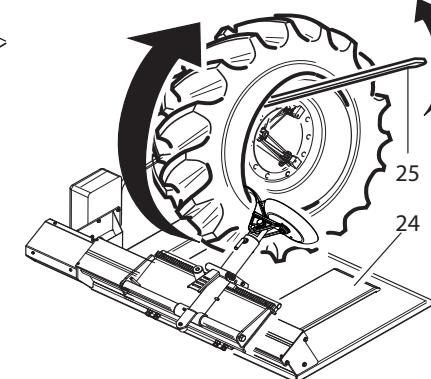

fig.34
» Ribaltare il braccio portautensile(6) e portarlo sulla parte anteriore del pneumatico premendo il pedale (12) (fig.22). Agendo sulla spina(10) (fig.22) e facendo basculare l'utensile(14)(fig.22) in posizione 2, riagganciare il braccio portautensile al carrello. Con l'apposito manipolatore portare l'utensile (avvicinandolo) contro il pneumatico, fino al completo aggaggio del tallone (fig. 34). Effettuata l'operazione, mettere in tensione il pneumatico allontanando il cerchione dall'utensile, facendo in modo che il tallone entri nel canale
» Inserire l'apposita leva (25) (fig.34) fra tallone e cerchione sulla destra dell'utensile, in modo che il tallone rimanga sull'utensile. Spostare l'utensile all'esterno con l'apposito riferimento a filo bordo del cerchione; riavvicinare il cerchione (fig.34) fino alla completa fuoriuscita del tallone anteriore. Appoggiare la ruota sull'apposita pedana carrello (24) (fig.34) ottenendo così lo spazio necessario per togliere agevolmente la camera d'aria.
» Tilt the tool arm (6, fig. 22) and move it to the back of the tyre pressing the pedal (12, fig. 22). Using the lever (10, fig. 22) swing the tool (14, fig. 22) into position 2 then re-attach the tool arm to the trolley. Use the control to move the tool against the tyre with the control until the bead is hooked on (fig. 34). Put the tyre into tension moving the rim away from the tool so that the bead enters the channel.
» Insert the special lever (25, fig. 34) between the rim and bead to the right of the tool to ensure that the bead remains on the tool. Move the tool towards the outside with reference to the rim edge. Move the rim towards the tool again (fig. 34) until the front bead has completely come out. Rest the wheel on the trolley platform (24, fig. 34) to obtain working space for the easy removal of the inner tube.
- » Culbuter le bras porte-outil (6, Fig. 22) et le porter sur la partie avant du pneu en pressant sur la pédale (12, Fig. 22). En agissant sur la goupille (10, Fig.22) et en faisant basculer l'outil (14, Fig.22) en position 2 raccrocher le bras porte-outil au chariot. Approcher l'outil au pneu moyennant le manipulateur jusqu'au complet accrochage du talon (Fig.34). Après cette opération mettre en tension le pneu en éloignant la jante de l'outil et en faisant rentrer le talon dans les creux.
- » Introduire le levier prévu (25)( Fig.34) entre le talon et la jante à la droite de l'outil de façon à ce que le talon reste sur l'outil. Déplacer l'outil vers l'extérieur par la référence prévue au fil du bord de la jante, rapprocher la jante (Fig.34) jusqu'à la complète sortie du talon avant. Appuyer la roue sur la plate-forme du chariot (24 Fig.34) obtenant ainsi l'espace nécessaire pour ôter facilement la chambre à air.
- » Den Werkzeugträgerarm kippen (6) (Abb. 22) und durch Pedaldruck auf die Vorderseite des Reifens bringen (12) (Abb. 22). Durch Einwirken auf den Zapfen (10) (Abb. 22) und Einstellung des Geräts (14) (Abb. 22) auf Position 2 den Geräteträgerarm wieder am Schlitten festhaken. Mit dem entsprechenden Taster das Gerät dem Reifen nähern, bis der Wulst vollständig angehängt ist (Abb. 34). Nach Beendigung dieses Vorgangs den Reifen durch Entfernen des Felgens vom Gerät anspannen und so den Wulst in den Kanal eintreten lassen.
- » Den entsprechenden Hebel (25) (Abb. 34) auf der rechten Seite des Geräts derart zwischen Wulst und Felgen setzen, daß der Wulst auf dem Gerät bleibt. Das Gerät auf gleicher Höhe des Felgenrands nach außen schieben, den Felgen (Abb. 34) bis zum vollständigen Heraustreten des vorderen Wulstes annähern. Das Rad auf dem Fußbrett des Schlittens aufsetzen (24) (Abb. 34), wodurch der notwendige Spielraum für ein leichtes Entfernen der Luftpumpe entsteht.
- » Volcar el brazo portaherramientas (6) (Fig.22) y llevarlo sobre la parte delantera del neumático apretando el pedal (12) (Fig. 22). Actuando sobre la clavija (10) (Fig. 22) y haciendo bascular el utensilio (14) (Fig. 22) en la posición 2, enganchar nuevamente el brazo portaherramientas al carro. Acerar el utensilio al neumático con el manipulador especial hasta que el talón se enganche completamente (Fig.34). Realizada esta operación, tender el neumático apartando la llanta del utensilio de manera que el talón entre en el canal.
- » Introducir la palanca especial (25) (Fig. 34) entre talón y llanta a la derecha del utensilio de modo que el talón permanezca sobre el utensilio mismo. Apartar el utensilio hacia el exterior con el apropiado hilo borde de la llanta: acercar nuevamente la llanta (Fig. 34) hasta la total salida del talón delantero. Apoyar la rueda sobre la especial plataforma con carro (24) (Fig. 34), obteniendo así el espacio útil para quitar fácilmente la cámara de aire.